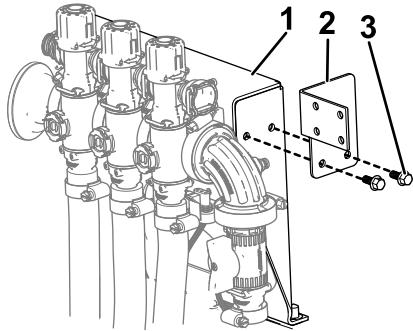

Bild 17
1. Montieren Sie die Regelventilhalterung mit zwei Bundkopschrauben ($\frac{1}{4}$ " x $\frac{5}{8}$ "') am Ventilhalterungsrahmen, wie in Bild 17 dargestellt.